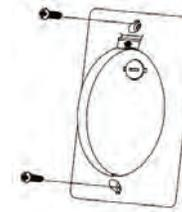

Fig. 25
Étape 1. Choisissez un emplacement pour installer votre support de contrôle du combiné, vous pourriez installer le support comme indiqué. (Fig. 25)